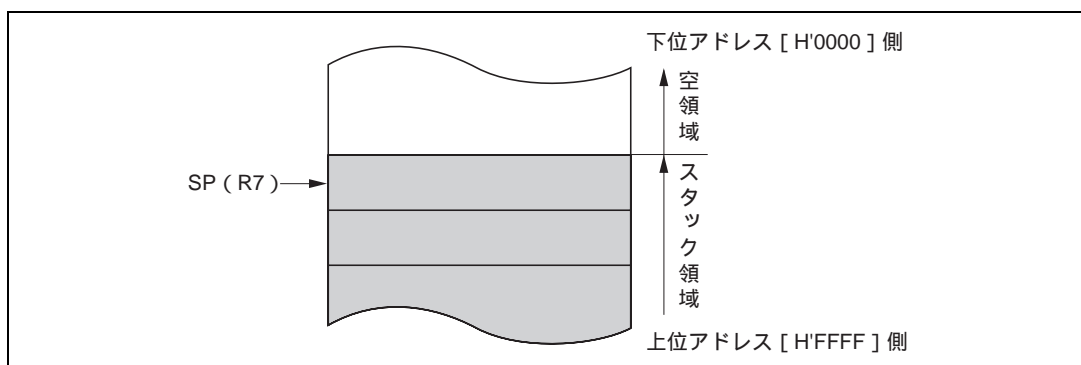

図 2.3 スタックの状態
レジスタ R7 には、汎用レジスタとしての機能に加えて、スタックポインタ (SP) としての機能が割り当てられており、例外処理やサブルーチンコールなどで暗黙的に使用されます。このとき、SP は常にスタック領域の先頭を指しています。スタックの状態を図 2.3 に示します。